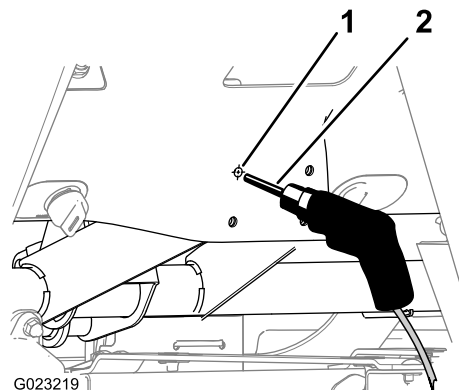

Figura 18
6. Individuate il centro del contorno che avete tracciato al passaggio 4, e segnate la posizione con un punzone per centri. (Figura 18).
7. Praticate un foro nella plancia con una punta da trapano di 8,5 mm (11/32 pollici) in corrispondenza della posizione del punzone (Figura 18).